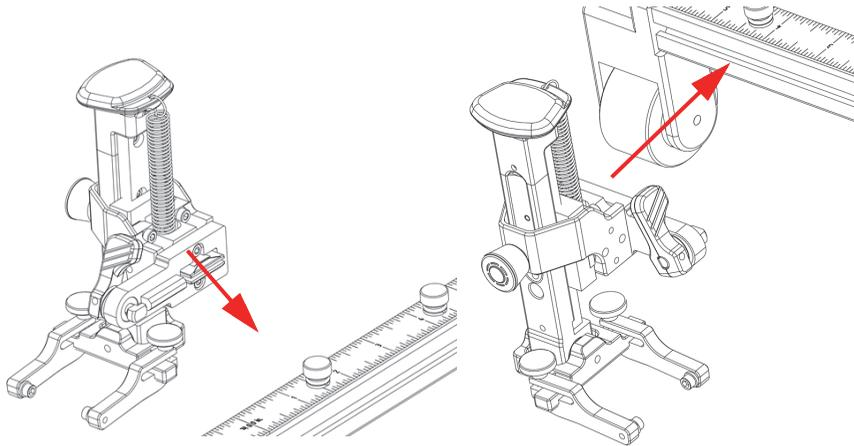

Figura 2-11 Allineamento del supporto della sonda con la fessura della rotaia
2. Allineare il supporto della sonda con la fessura della rotaia in modo che risultino reciprocamente paralleli (Figura 2-11 a pagina 44).